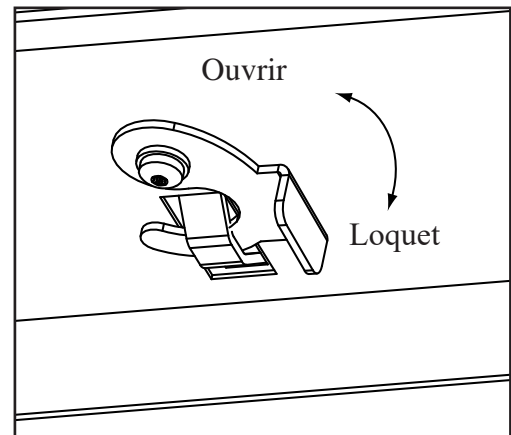

Figure 49 : Loquet de la plaque de collier d'aération.
10. Si l'ouverture du foyer est inférieure à 24 po (610 mm), retirez la plaque de collier d'aération du haut de l'insert en déverrouillant le crochet situé au centre du haut du poêle au-dessus de l'ouverture de la porte (voir la figure 49). Faites glisser la plaque de collier vers l'arrière. Fixez correctement la plaque de collier d'aération aux gaines de tuyau d'aération flexibles précédemment installées dans la cheminée. Veillez à ne pas trop étirer les gaines.
11. Appliquez un cordon de mastic pour poêle sur la partie supérieure de la plaque de collier de ventilation d'échappement Ø3" (76 mm). Faites glisser la ventilation flexible Ø3" (76 mm) sur le collier de conduit et fixez-la avec trois (3) vis à tête espacées uniformément.
12. Placez un cordon de silicone haute température sur le collier d'admission du foyer, faites glisser la gaine d'admission flexible Ø3" (76 mm) sur le collier, fixez la gaine flexible avec trois (3) vis à tête uniformément espacées.